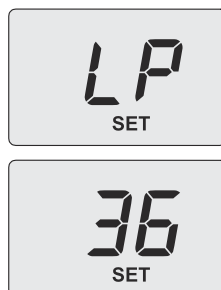

Рисунок 9.17
- На дисплеї з'явиться повідомлення **SET** (налаштовано) (Рисунок 9.17).
- Виберіть параметр **1**, натисніть 14 (Рисунок 9.14) для підтвердження. На дисплеї з'явиться **LP**, що чергується з мінімальною температурою ГВП (Рисунок 9.17).